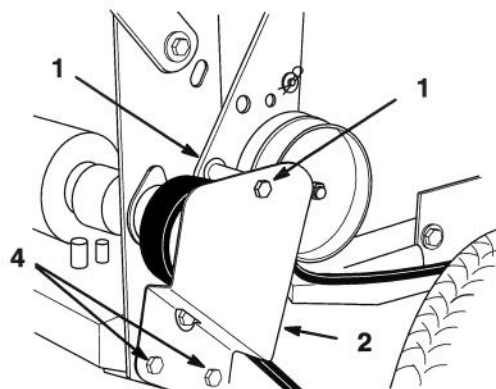

Figure 28
2. Retirer le boulon à tête supérieur de fixation de l'équerre de renvoi et de son support au châssis (Fig. 28).
3. Desserrer les deux boulons à tête inférieurs suffisamment pour pouvoir faire passer la courroie entre la poulie d'entraînement et le support de renvoi (Fig. 28).